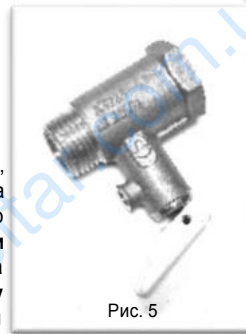

Рис. 5
1. Встановіть на патрубок подачі холодної води водонагрівача запобіжний клапан, що входить до комплекту поставки (рис. 5), закрутивши його не більш ніж на 3-4 оберти. Випускна трубка клапану повинна бути спрямована в постійно спадному напрямку. **Між запобіжним клапаном та патрубком холодної води не повинно бути ніяких запірних пристроїв. Випускна (дренажна) трубка запобіжного клапану повинна бути спрямована в постійно спадному напрямку у навколишньому середовищі, що не замерзає. Запобіжний клапан дренажна трубка повинні бути захищені від морозу.**